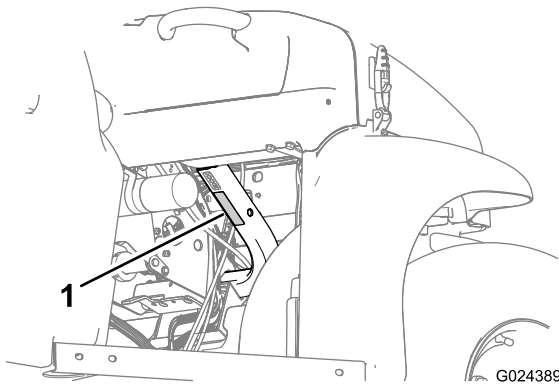

Figura 18
- Respeite a capacidade de peso da máquina e o limite de peso da carga que transporta na caixa de carga, conforme descrito em Especificações \(página 16\) e no autocolante do peso bruto da máquina (Figura 18).